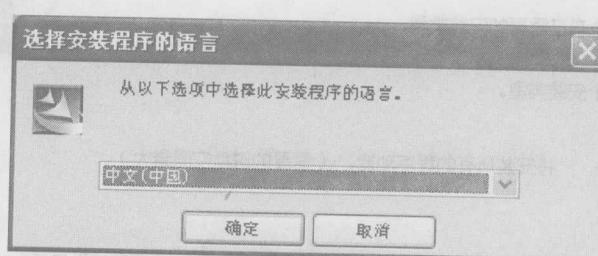

图 1-23 选择语言种类
- (2) 选择安装程序的语言种类，单击“确定”按钮，如图 1-23 所示。